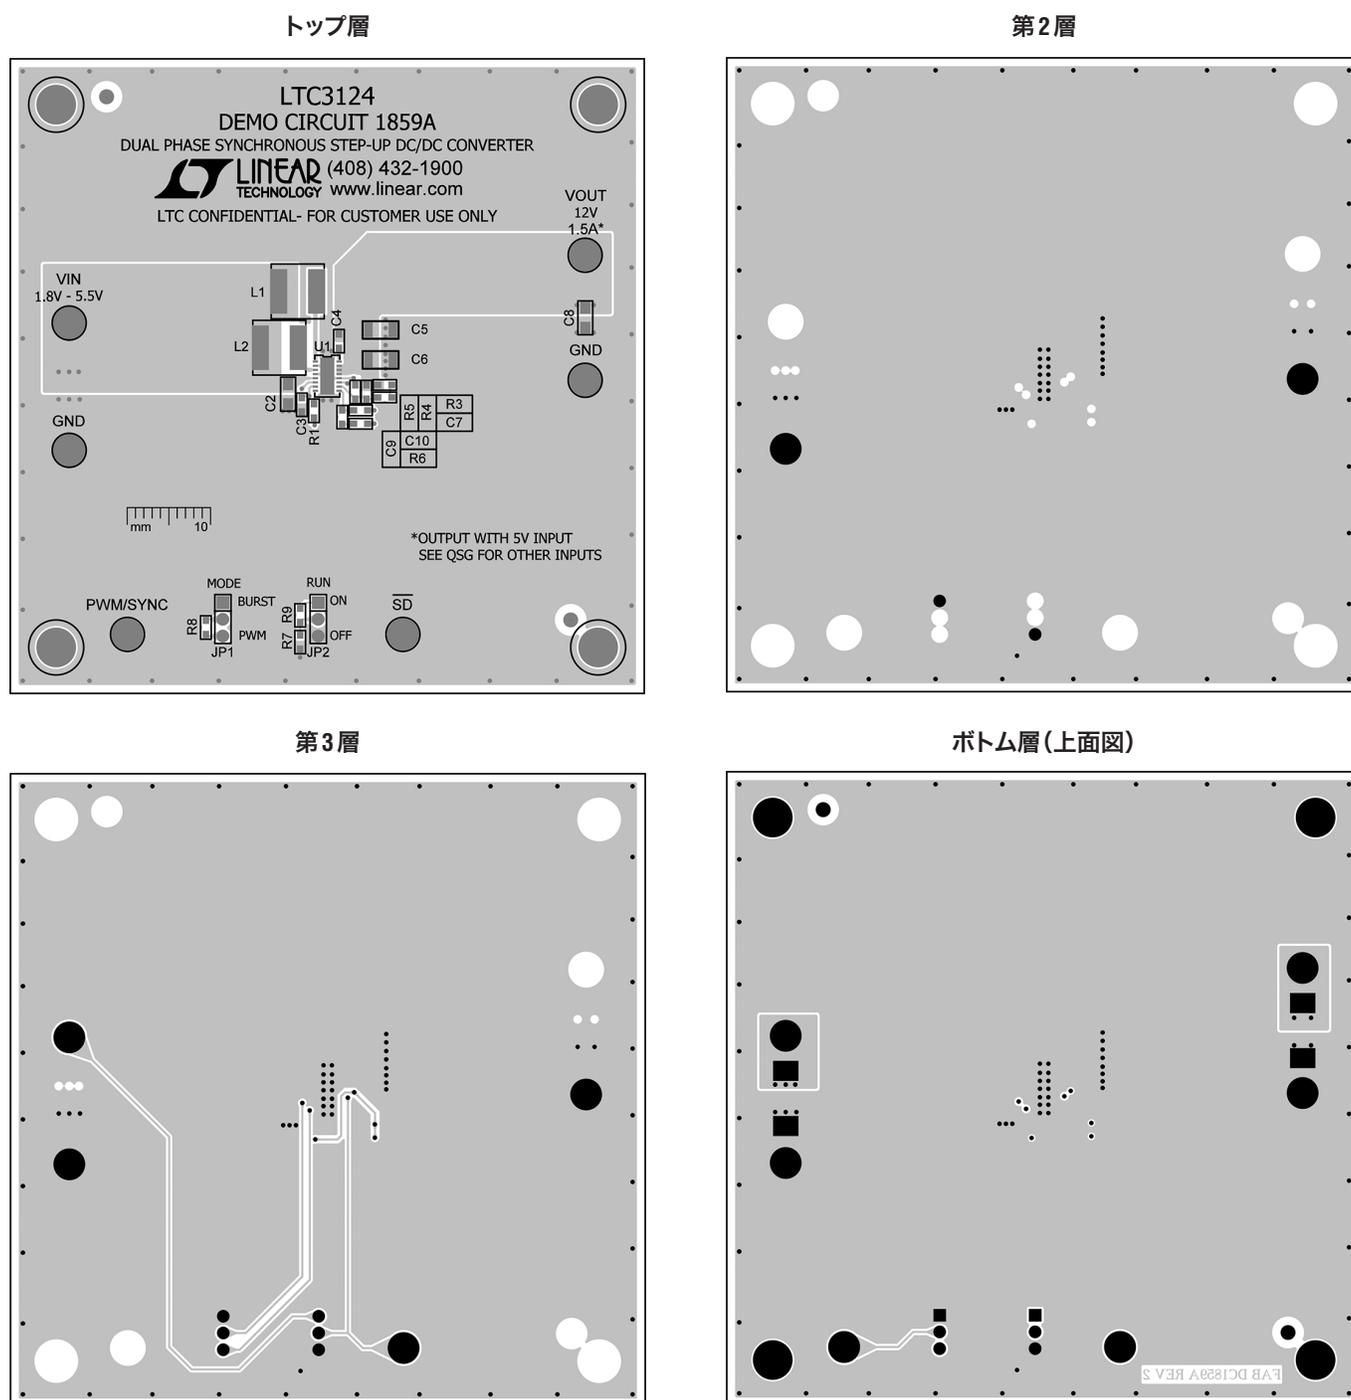

図6. プリント回路基板レイアウトの例
LTC3124 は 4.5A の大きな電流を高い周波数でスイッチングします。ノイズのない安定した効率の良いアプリケーション回路にするには、PCB のレイアウトに特に注意する必要があります。主要な検討事項の概要を示すために、LTC3124 の 4 層 PCB デモ・ボードのレイアウト (回路図はクイック・スタート・ガイドで入手可能) を図 6 に示します。主なガイドラインを以下にまとめます。
- 動作電圧および電流の全範囲にわたって安定した性能を保証するため、LTC3124 には 4 層基板を強く推奨します。専用の切れ目のないグランド・プレーンを、V_{IN}、V_{OUTA}、V_{OUTB}、SWA および SWB のトレースの直下に配置してミラー・プレーンを与え、dI/dt が高いエッジや dV/dt が高いエッジによるノイズ・ループを最小にします (図 6 の第 2 層を参照)。
- 全ての循環する高電流経路をできるだけ短くします。コンデンサのグランドは、できるだけ短い配線でビアを使ってグランド・プレーンに接続します。V_{IN} のバイパス・コンデンサはできるだけデバイスの近くに配置し、グランドへの経路をできるだけ短くします (図 6 のトップ層を参照)。
8. 利用可能であれば内部の銅層で交差接続を行います。交差接続をグランド・プレーン上に配置する必要がある場合は、グランド・プレーン上のトレースをできるだけ短くして、グランド・プレーンへの影響を最小限に抑えます(図6の第3層を参照)。